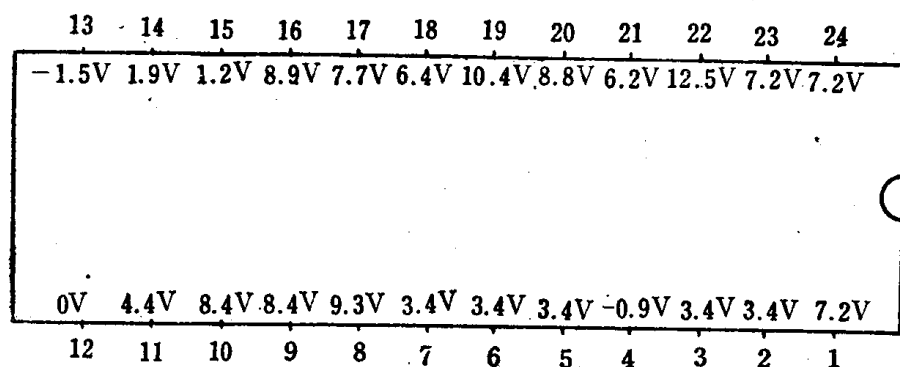

图1—6 解码集成块TA7193P各管脚直流电压值
3. 电压测量判断法。就是对有怀疑电路的各点电压进行普遍测量, 根据测量值跟已知值或经验值相比较, 通过逻辑推理, 最后判断出故障所在。这种方法又分成两种情况: 一种是已知被查电路各点电压的正常值, 例如图1—6是福日牌HFC-236型解码集成块TA7193P的各管脚正常直流电压值。当我们怀疑解码器有问题时, 就可以用万用表测量集成块各脚的电压值, 根据被测值与正常值作比较, 然后再进行逻辑推理, 是集成块有毛病? 还是附属电路有故障? 具体分析请参看故障例一。另一种情况是不知道被查电路各点电压正常值, 这时应根据被测电路工作原理分析其各点电压之间的基本关系, 然后推断出被测电路各点电压正常值应该是多少, 这样即可判断被测电路有否故障。或者可以通过正常电视机与有故障电视机对应点电压值进行比较, 也可得出正确结论。